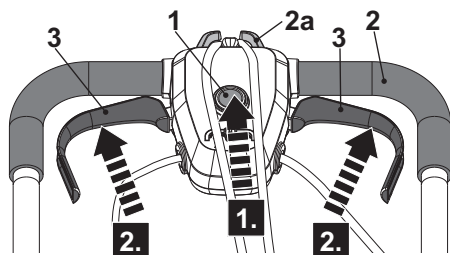

Fig. 16
1. Colóquese detrás del mango de agarre (2).
2. Mientras mantiene pulsado el botón del interruptor de seguridad (1) (Fig. 16 paso 1), tire de la palanca de arranque (3) hacia el mango de agarre (2) (Fig. 16, paso 2).
3. Después de que el cortacésped arranque, suelte el botón del interruptor de seguridad (1).
5. Suelte la palanca de arranque (3) para detener el cortacésped.